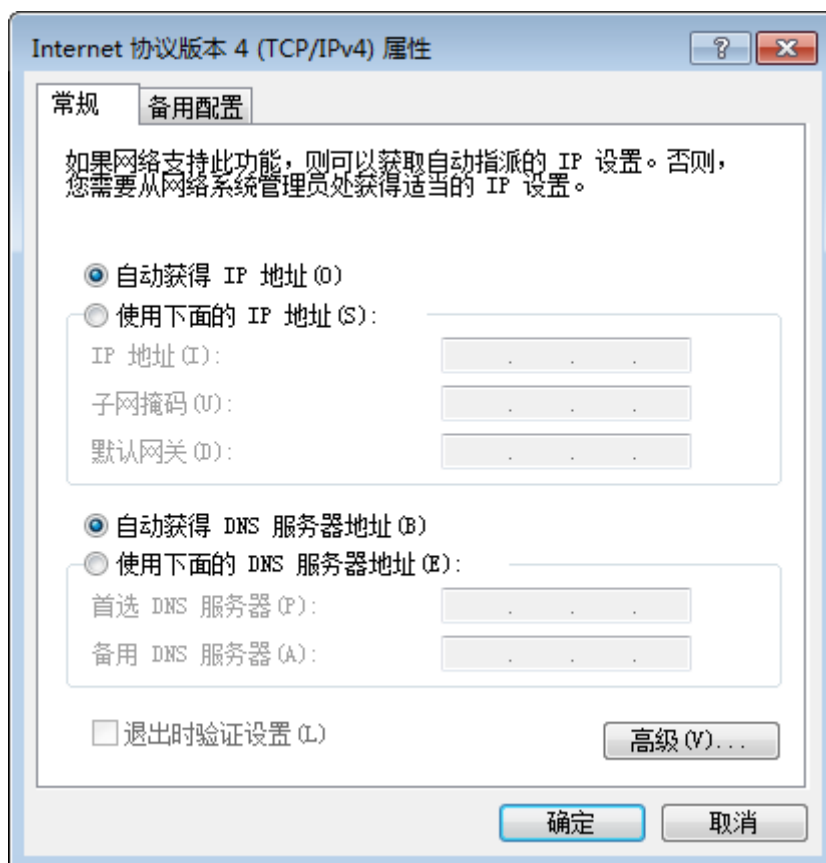

图3-2 图 3-2 本地网卡配置
1. 依次打开电脑上的控制面板》网络和 Internet》网络和共享中心》更改适配器配置，选择对应的网卡，将网卡配置成自动获得 IP 地址或手动分配与相机同一网段地址，如图 3-2 所示。